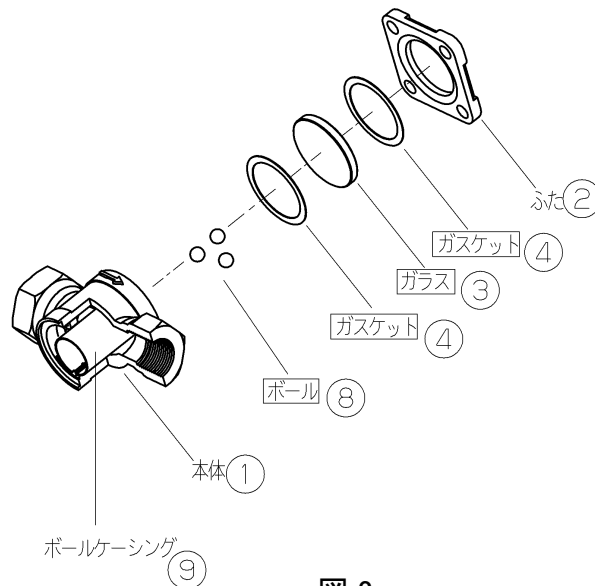

図 2
(1) ボール⑧を全てボールケーシング⑨の中に入れ、本体①の両側からガスケット④、ガラス③、ガスケット④、ふた②の順に組み付けてください(図 2)。